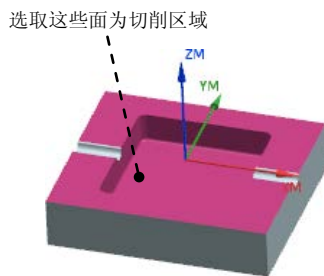

图 10.14 指定切削区域
Step2. 选取图 10.14 所示的面 (共 19 个面) 为切削区域, 在“切削区域”对话框中单击  按钮, 完成切削区域的创建, 同时系统返回到“轮廓区域非陡峭”对话框。